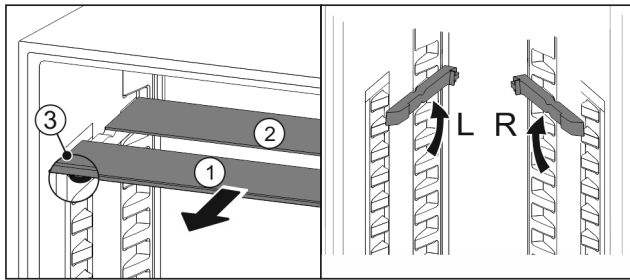

Fig. 61
- estrarre i ripiani di vetro singolarmente tirando in avanti Fig. 61 (1).
- Il piano in vetro Fig. 61 (1) con il motivo ornamentale è nella parte anteriore.
- I fermi Fig. 61 (3) sono rivolti verso il basso.